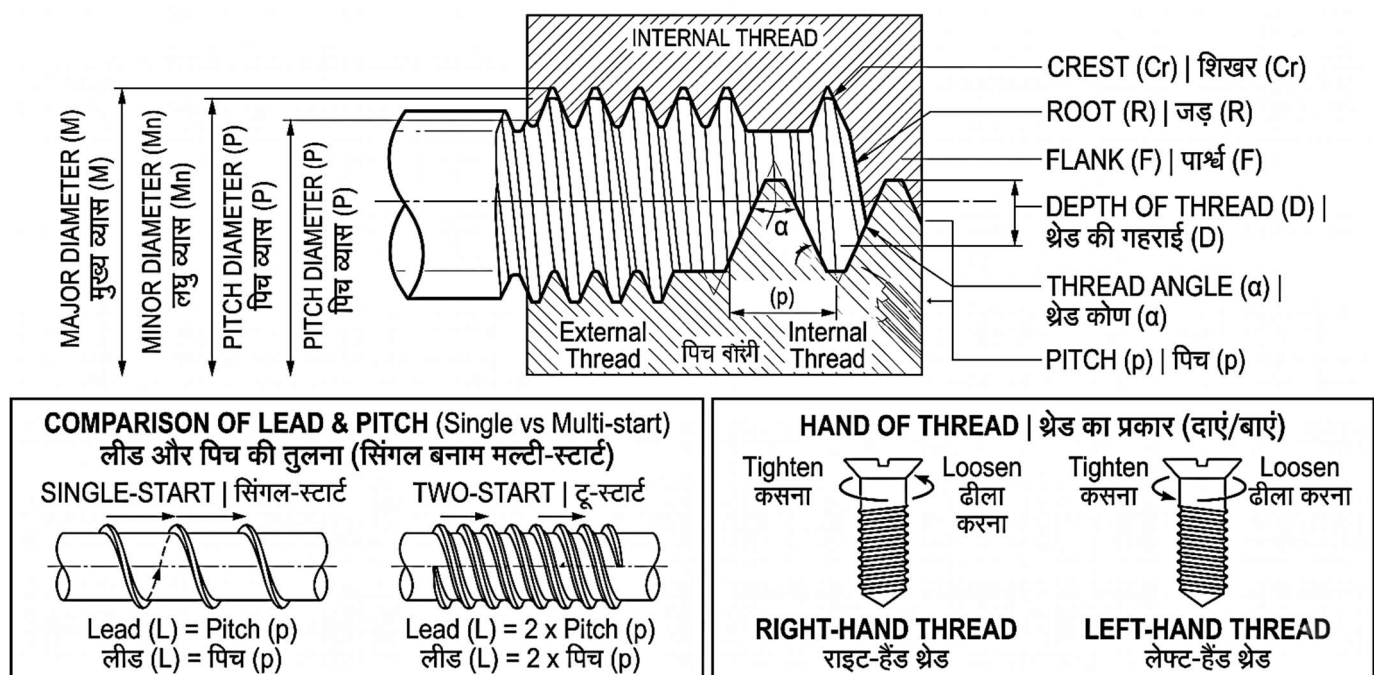

Fig. 6.4: Screw Thread Elements and Concepts | स्कू थ्रेड के अवयव और अवधारणाएँ
6.4.1 Introduction (Fig. 6.4)
6.4.1 परिचय (Fig. 6.4)